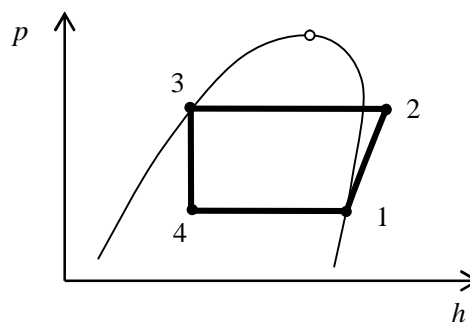

図2
- (1) サイクルは等圧で給熱・放熱がなされるガスタービンの理論サイクルである。
- (2) サイクルは等積で給熱がなされる火花着火エンジンの理論サイクルである。
- (3) サイクルは冷蔵庫やエアコンで利用されている理論サイクルである。
- (4) サイクルは圧縮着火エンジンの理論サイクルであり、一般にこのサイクルでは火花着火エンジンに比べて、空気の圧縮比を大きくできるため熱効率が高い。
- (5) サイクルではボイラーで水蒸気を発生し、タービンで工業仕事を取り出した後、凝縮器で水に戻して再びボイラーへと循環させる。
- (6) 図2は典型的な冷凍サイクルの ph 線図である。図中の細い曲線は飽和液線と乾き飽和蒸気線を、図中の数字は作動流体の状態番号を示している。作動流体は状態1において であり、 によって可逆断熱圧縮されて状態2の となる。その後、作動流体は で放熱して状態3の となる。さらに、作動流体は膨張弁で等 膨張して状態4となる。最後に作動流体は で受熱して状態1に戻る。